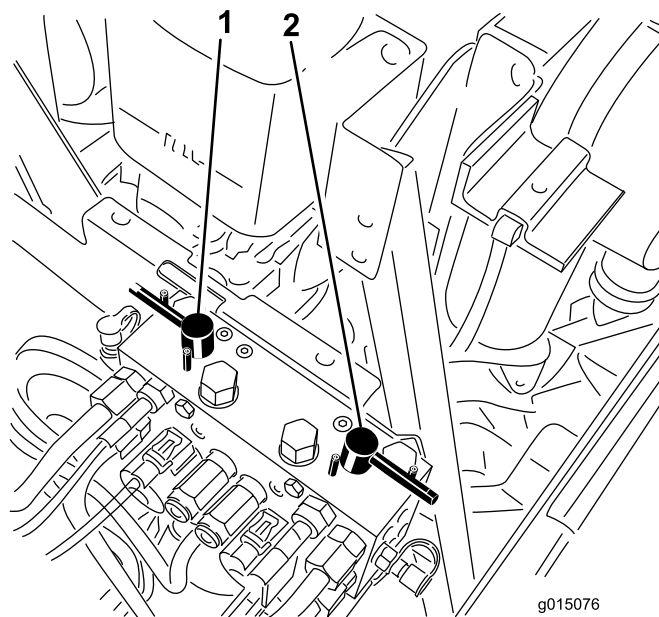

Figura 81
4. Selecione as alavancas de retificação dianteiras, traseiras ou ambas para determinar quais as unidades a retificar (Figura 81).